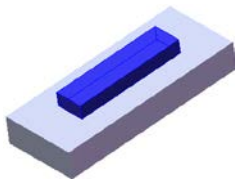
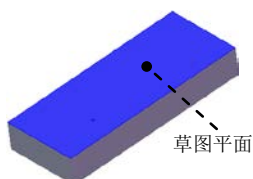

图 7.5 凸台—拉伸 2
图 7.6 草图平面
(4) 单击  按钮，完成凸台—拉伸 1 的创建。
Step3. 创建图 7.5 所示的零件基础特征——凸台—拉伸 2。
(1) 选择命令。选择下拉菜单 **插入(I)** → **凸台/基体(B)** → **拉伸(E)...** 命令(或单击“特征(F)”工具栏中的  按钮)。
(2) 定义特征的横断面草图。
① 定义草图平面。选取图 7.6 所示的模型表面作为草图平面。